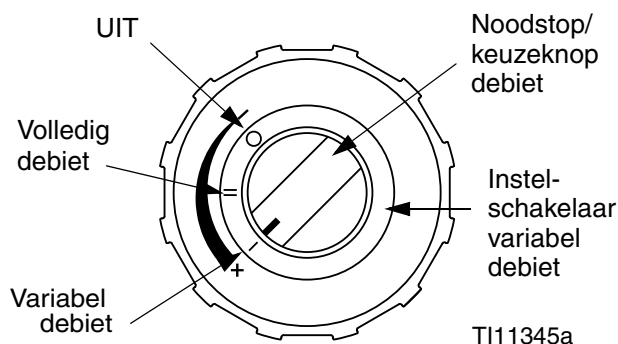

FIG. 27
2. Draai de debietkeuzeknop op variabel debiet. Zie FIG. 27.
3. Draai de luchtkraan (W) op UIT.
Druk de debietkeuzeknop in en draai deze op variabel debiet om in een verlaagd debietpatroon te spuiten. Zie FIG. 27.
Druk de debietkeuzeknop in en draai hem op volledig debiet om terug te keren naar een volledig debietpatroon. Zie FIG. 27.
5. Draai het luchtventiel op AAN en open de vloeistofkleppen. Controleer of de debietkeuzeknop op variabel debiet staat. Zie FIG. 27.
De instelknop voor variabel debiet kan niet worden bijgesteld wanneer de debietkeuzeknop is vergrendeld. Zie FIG. 27.